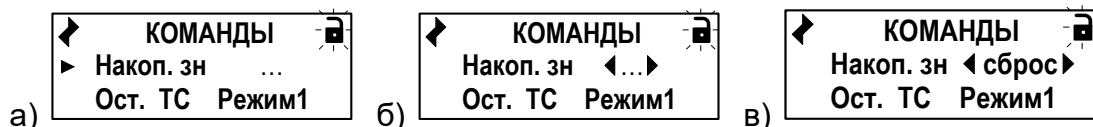

Рис.12. Вид окна индикации команды сброса накопленных значений.
- 6.2.8.1. В соответствующем меню кнопками ,  выбрать нужную команду, установив курсор ▶ слева от обозначения этой команды (рис.12.а), и нажать кнопку . При этом часть строки (установленное по умолчанию значение команды) заключается в угловые скобки ◀ ▶ (рис.12.б). Кнопками ,  выбрать требуемое значение команды из списка (рис.12.в).